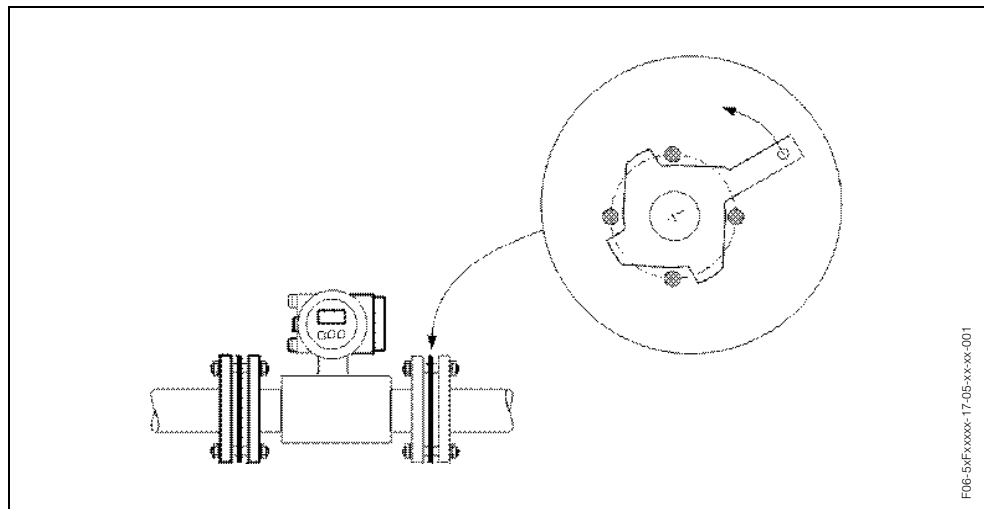

Fig. 17: Montaje con discos de puesta a tierra (Promag W, DN 15...300)
1. Coloque los discos de puesta a tierra y las juntas entre el instrumento y las bridas de la tubería (ver Fig. 17)
3. Gire ahora el disco de puesta a tierra, tal como se ilustra en la Fig. 17, hasta que la manivela llegue a tocar los pernos. Esto permite centrar correctamente el disco de puesta a tierra.